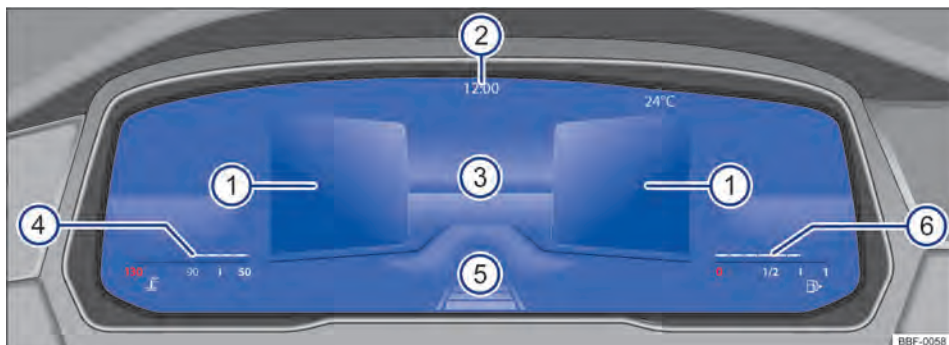

Fig. 10 Active Info Display (variante 2) en el tablero de instrumentos.
La exhibición principal → fig. 10 ③ puede alternarse presionando la tecla **VIEW** en el volante multifunción. La representación en el área de indicación puede exhibir las siguientes vistas:
- **Resumen:** después de finalizado el sistema de propulsión: exhibición de información sobre el estado del vehículo en las áreas ①, por ejemplo, ubicación del cuentakilómetros total.